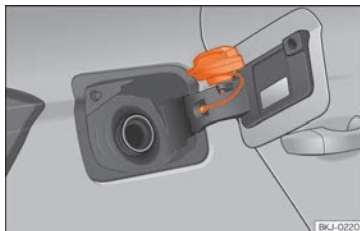

Fig. 58 Trappe à carburant avec bouchon fermé.
- Placez le bouchon dans le logement se trouvant sur la charnière de la trappe à carburant ouverte »» fig. 58.